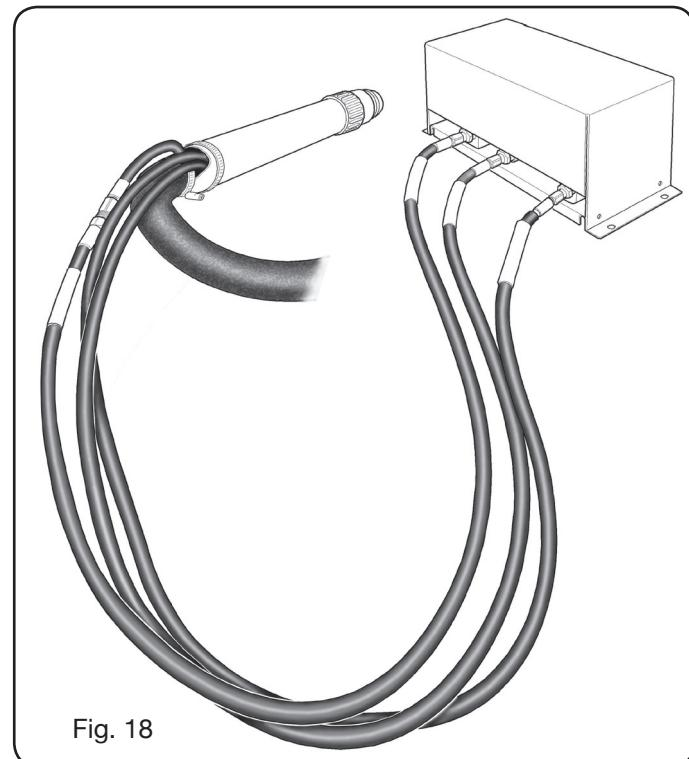

Fig. 18
- Raccorder le faisceau de tuyaux qui sortent de la torche aux consoles vannes PVC (art.469) en les serrant aux sorties des gaz correspondantes et en respectant leur marquage (voir Fig. 18).